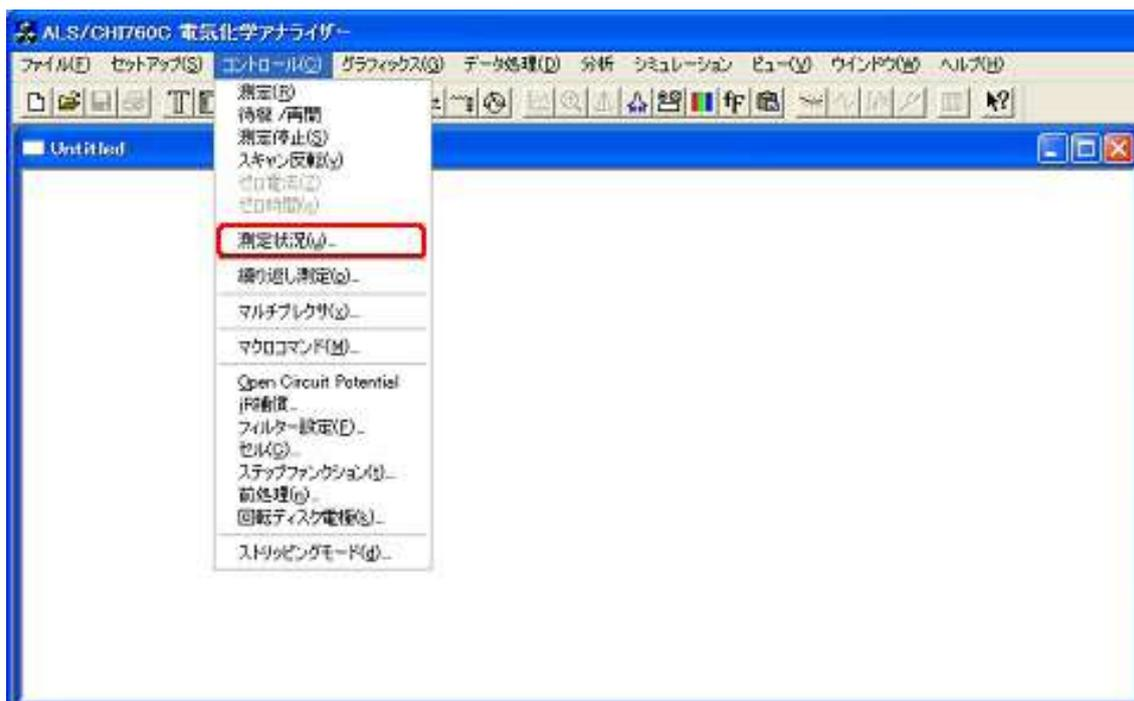

図 A-16-4. 測定状況ボックスを開く
2. 続いてメニューバーの、コントロール/測定状況を選択します。(図 A-16-4)